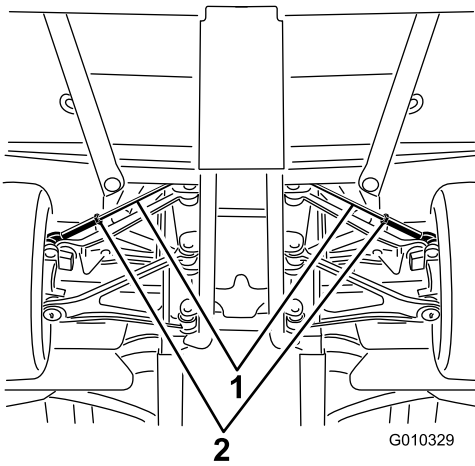

Figura 55
- A. Afloje la contratuerca del centro del tirante (Figura 55).